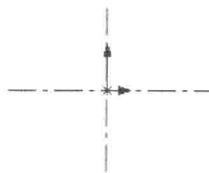

图 2.2 绘制中心线
(1) 绘制中心线。选择下拉菜单 **工具(T)** → **草图绘制实体(S)** → **中心线(C)** 命令, 绘制图 2.2 所示的中心线。